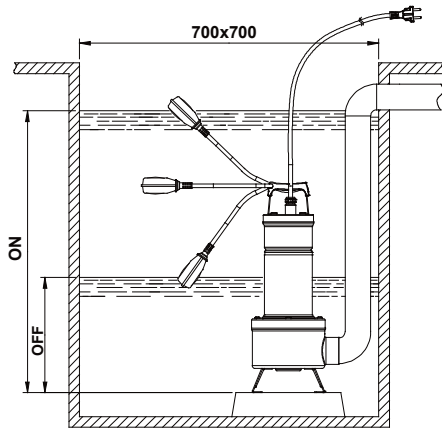

图 1
- 4.1 如果安装泵的井底或泵坑特别脏，建议在泵下放一个基座避免脏物堵塞泵入口。(图 1)
- 4.4 装有浮子开关的泵型，须确保浮子活动自如（见浮子开关调整说明）泵坑最小尺寸 要符合图表 图 1。泵坑大小需要根据输 水量和流速计算，以避免电机过于频繁的 启动